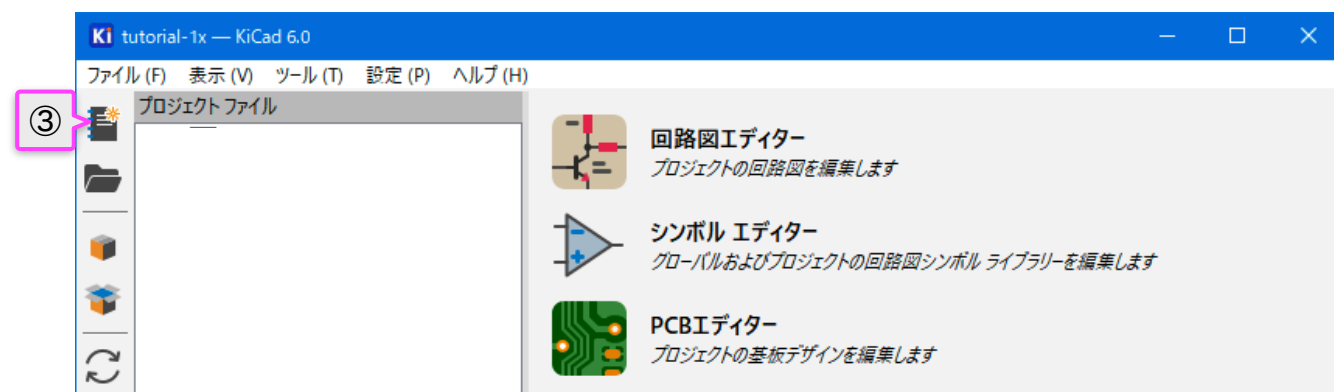

図3-2
② KiCadマネージャが開きます。 図3-2
③ 左ツールバーの  「新規プロジェクト作成」をクリックします。 図3-2